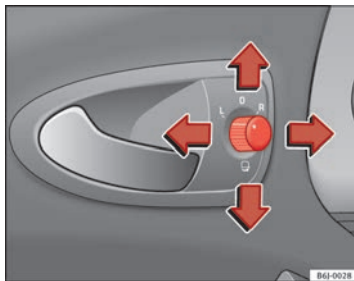

Fig. 68 Commande des rétroviseurs extérieurs
1. Tournez le bouton rotatif ⇒ fig. 68 en position **L** (**rétroviseur extérieur gauche**).
- Tournez le bouton rotatif ⇒ fig. 68 en position  pour rabattre les rétroviseurs extérieurs. Pour éviter tout dégât, il est conseillé de toujours rabattre les rétroviseurs extérieurs lorsque vous passez dans une installation de lavage automatique.